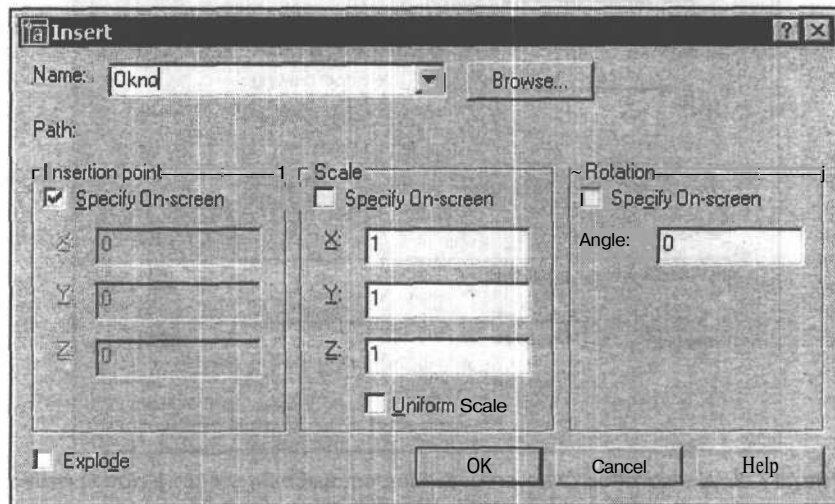

Рис. 17.4. Диалоговое окно для настройки вставки блока
1. Откройте выпадающее меню **Insert** (Вставка) и выберите из него **Block** (Блок) или щелкните мышью на кнопке **Insert Block** (Вставить) панели инструментов **Draw** (Рисование). Появится диалоговое окно **Insert** (Вставка блока) (рис. 17.4).
5. В диалоговом окне **Insert** (Вставка блока) (см. рис. 17.4) заполните поля **Scale** (Масштаб) и **Rotation** (Угол поворота). Для любого из этих параметров можно установить флажок **Specify on screen** (Указать на экране) и задать его в момент вставки. Если блок при вставке необходимо расчленить на отдельные объекты, установите флажок **Explode** (Расчленить).